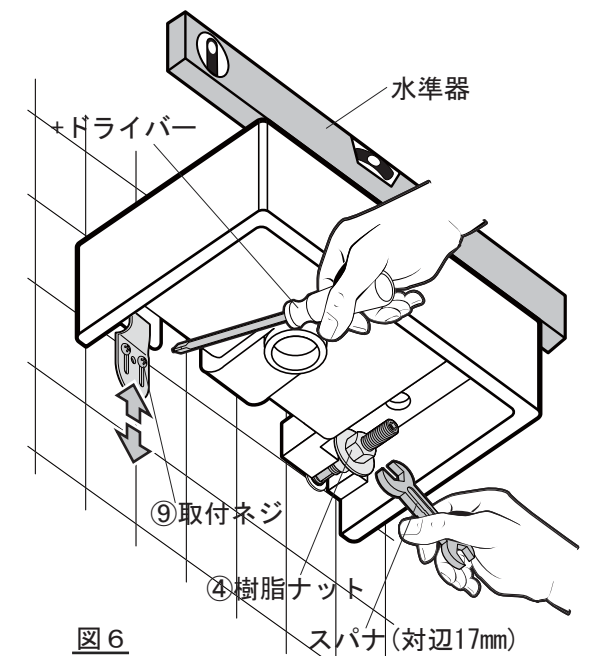

図6
- 8) ①ボウル本体が水平になっていることを水準器にて確認し、④樹脂ナット及び⑨取付ネジを本締めして固定します。(図6)